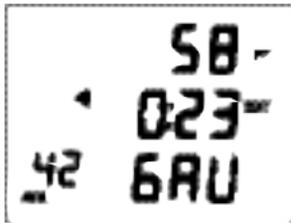

Fig. 92 - PRINCIPAL
**PRINCIPAL INMERSIÓN PROFUNDÍMETRO;** ésta es la información mostrada (Fig. 92):